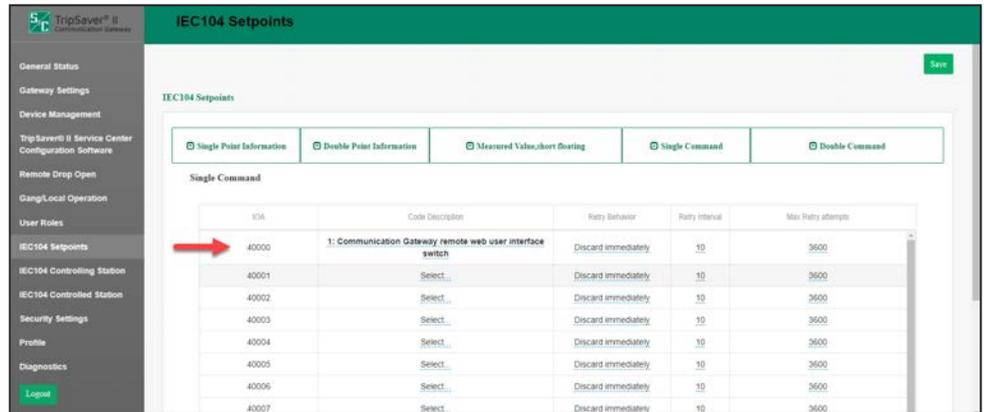

Figura 66. Ponto de comando do acesso remoto Web.
**PASSO 3.** Na tela *IEC104 Setpoints*, mostrada na Figura 66 da página 67, um ponto de Comando Único (**Single Command**) ou Comando Duplo (**Double Command**) deve ser configurado com uma descrição de código:
- PASSO 6.** Pela estação controladora IEC 104, envie um comando simples ou duplo para o endereço de objeto de informação (*information object address IOA*) configurado no Passo 3. Ver Figura 66 na página 67.